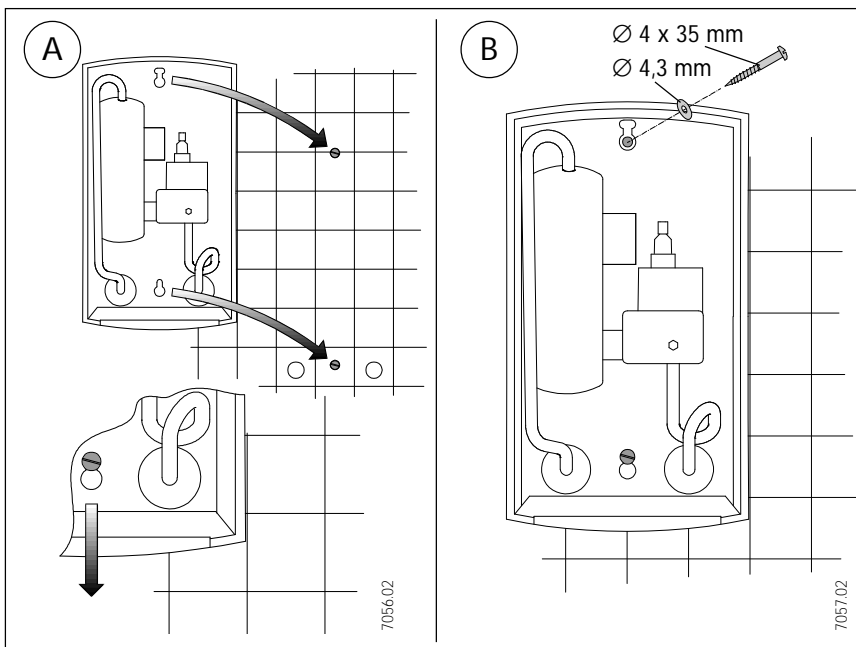
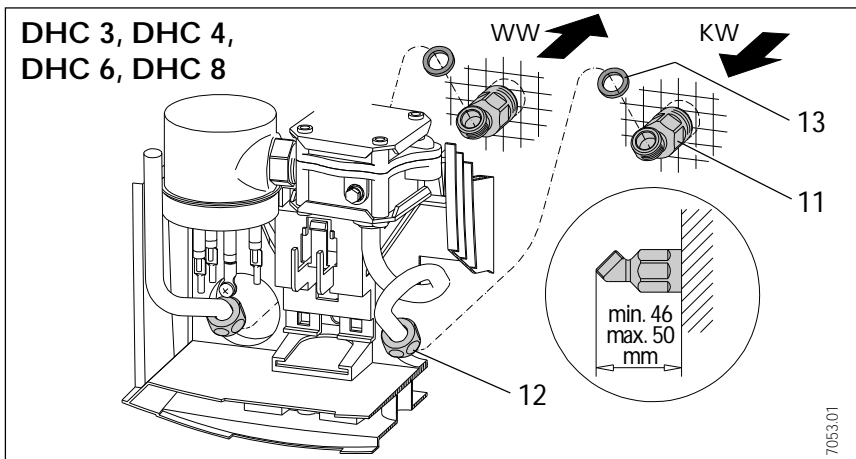

Abb. 9
Abb. 12
2. Wasseranschlußteile gemäß Abb. 12 bzw. 13 installieren.
**Hinweis:** Bei Austausch DHC alt (alte Schraubenlöcher können verwendet werden) obere Schraube erst nachträglich einschrauben und beiliegende U-Scheibe verwenden (Abb. 9 B).
5. Bei **Unterputzanschluß Wasseranschlüsse** gemäß Abb. 12 in Wandscheibe einschrauben. Gerät über die Schrauben führen und nach unten schieben (Abb. 9 A).
### Unterputz-Anschluß (Abb. 12)